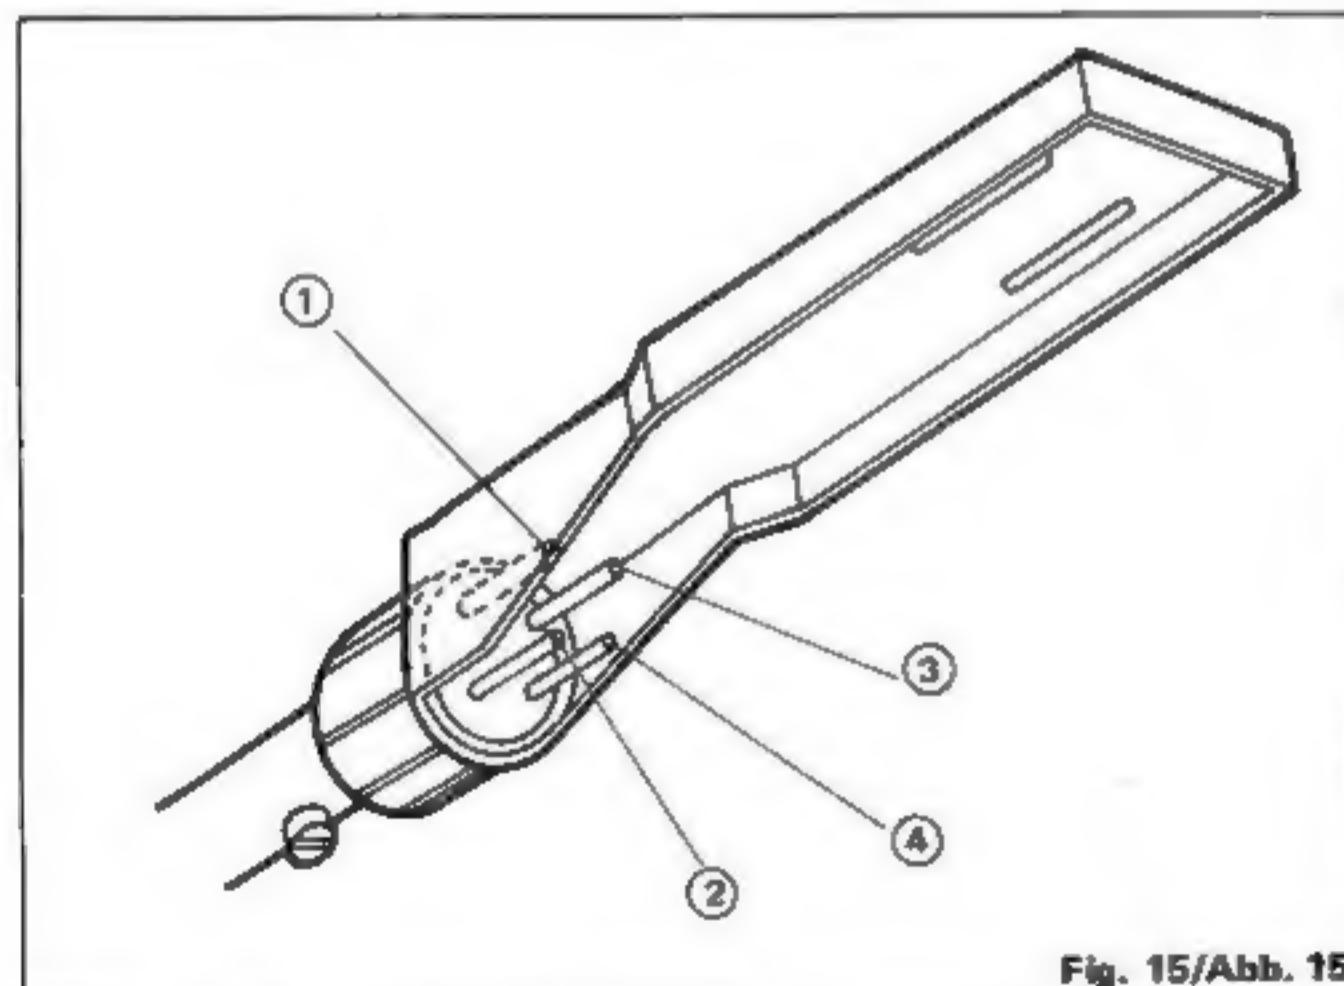

Fig. 15/Abb. 15
1. Referring to Fig. 15, connect the cartridge to the head-shell by use of leads.
1. Verbinden Sie die Kabel des Magnetsystems mit den im Tonkopf befindlichen Kontaktstiften wie in Abb. 15 gezeigt: